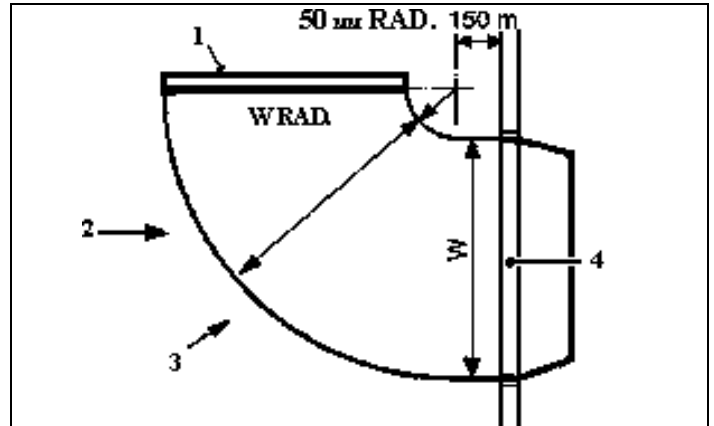

Рис.24: 1-жалюзи для отвода горячего воздуха; 2- господствующий ветер; 3- защитный кожух; 4-проем без жалюзи. W-ширина проема.
- (1) Повернуть раструб наружной части отводного кожуха на 90° к потоку отводимого воздуха.
- (2) Поставить напротив наружного раструба отводного кожуха отклоняющий экран (см. рис.24 и 25).